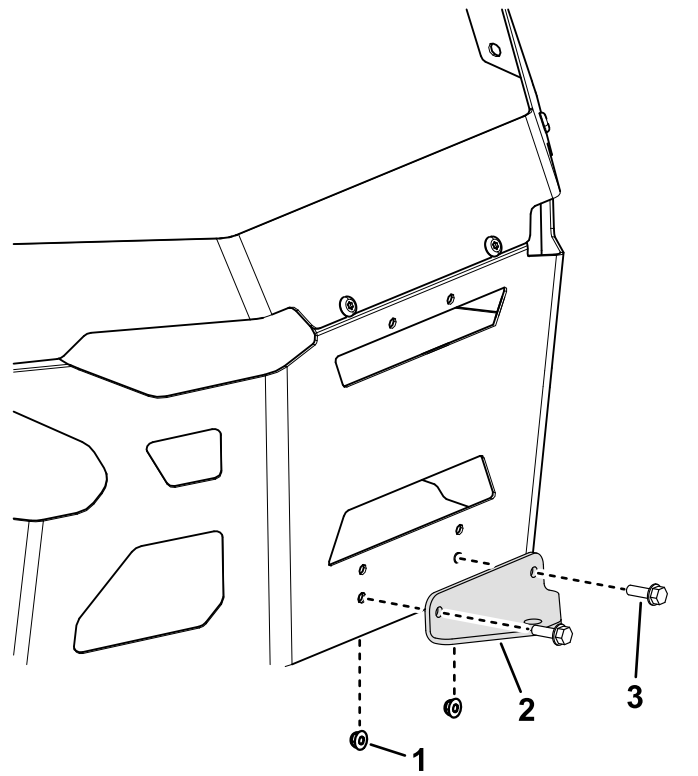

Figure 6
- 2. Retirez les 2 boulons, les 2 écrous et le support d'attelage existants au bas de la protection (Figure 6).